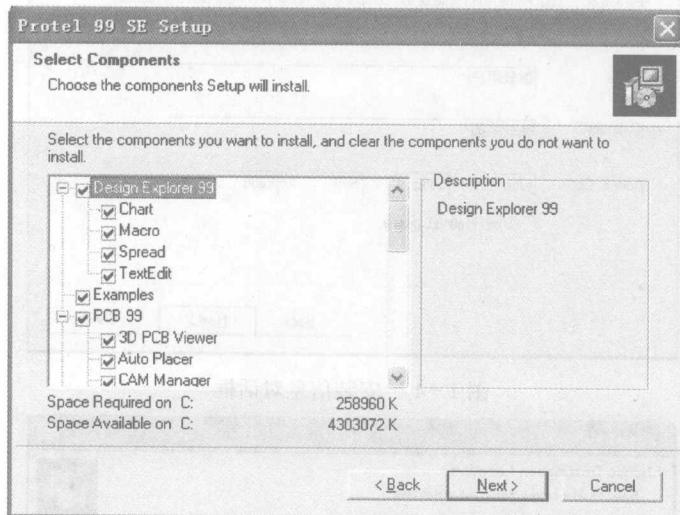

图 1-7 安装组件选择对话框
(7) 单击【Next】按钮，出现如图 1-7 所示的安装组件选择对话框，可以通过拖动滚动条观看 Protel 99 SE 所提供的组件，用户可以根据实际需要选择安装组件，一般不必修改。